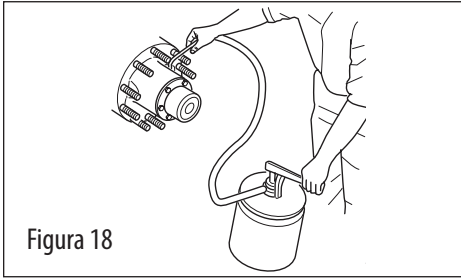

Figura 18
3. Llene la maza con la cantidad de grasa semifluida recomendada por el fabricante del equipo original a temperatura ambiente (mínimo 60 °F) a través del orificio de llenado en la maza (vea la figura 18).